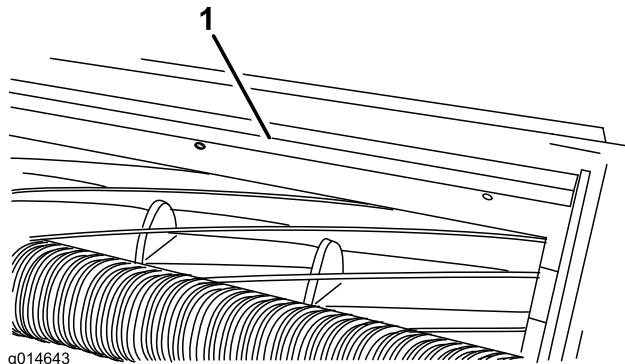

Figura 23
1. Desaperte os parafusos que fixam a barra superior (Figura 23) à unidade de corte.